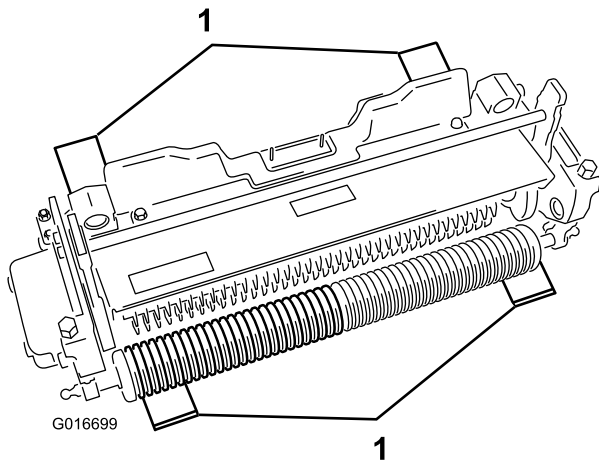

Figura 4
2. Coloque 4 barras indicadoras, que têm a profundidade desejada de penetração da lâmina abaixo do solo, debaixo do rolo dianteiro e traseiro da unidade de escarificação (Figura 4).